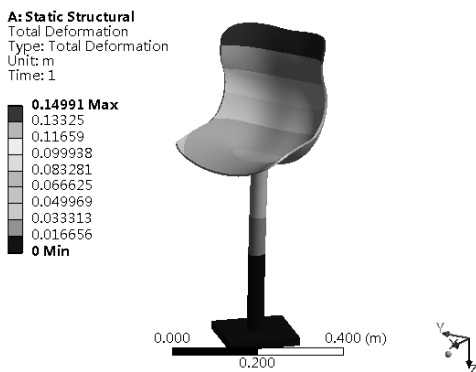

图 5-32 总变形分析云图
Step8: 选择 Outline (分析树) 中 Solution (A6) 下的 Total Deformation (总变形) 选项, 此时会出现如图 5-32 所示的总变形分析云图。